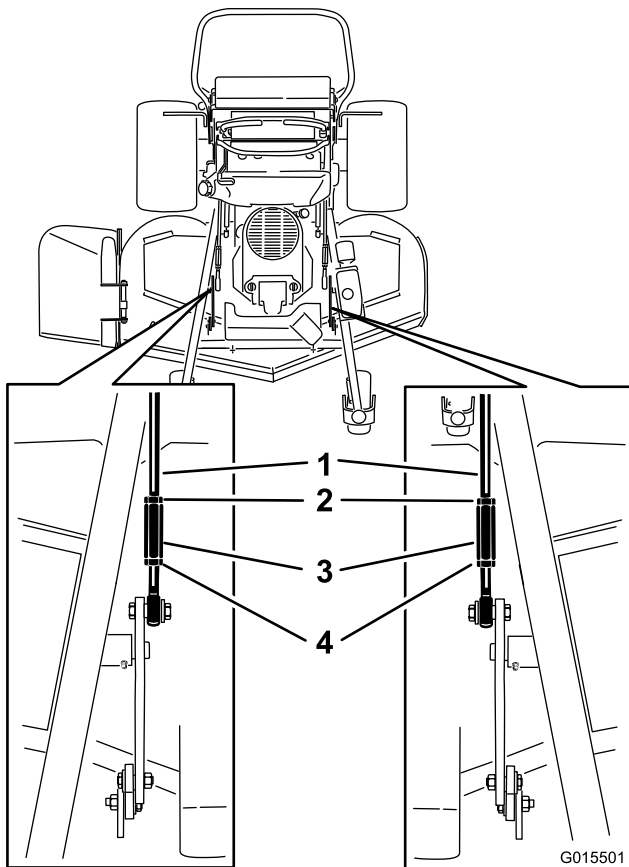

Figura 91
3. Para carcasas de corte de 60 pulgadas (152 cm), afloje las tuercas delanteras y traseras y los acoplamientos de elevación de las varillas de ajuste (Figura 91).
5. Para carcasas de 60 pulgadas (152 cm), apriete los acoplamientos de elevación (Figura 91).